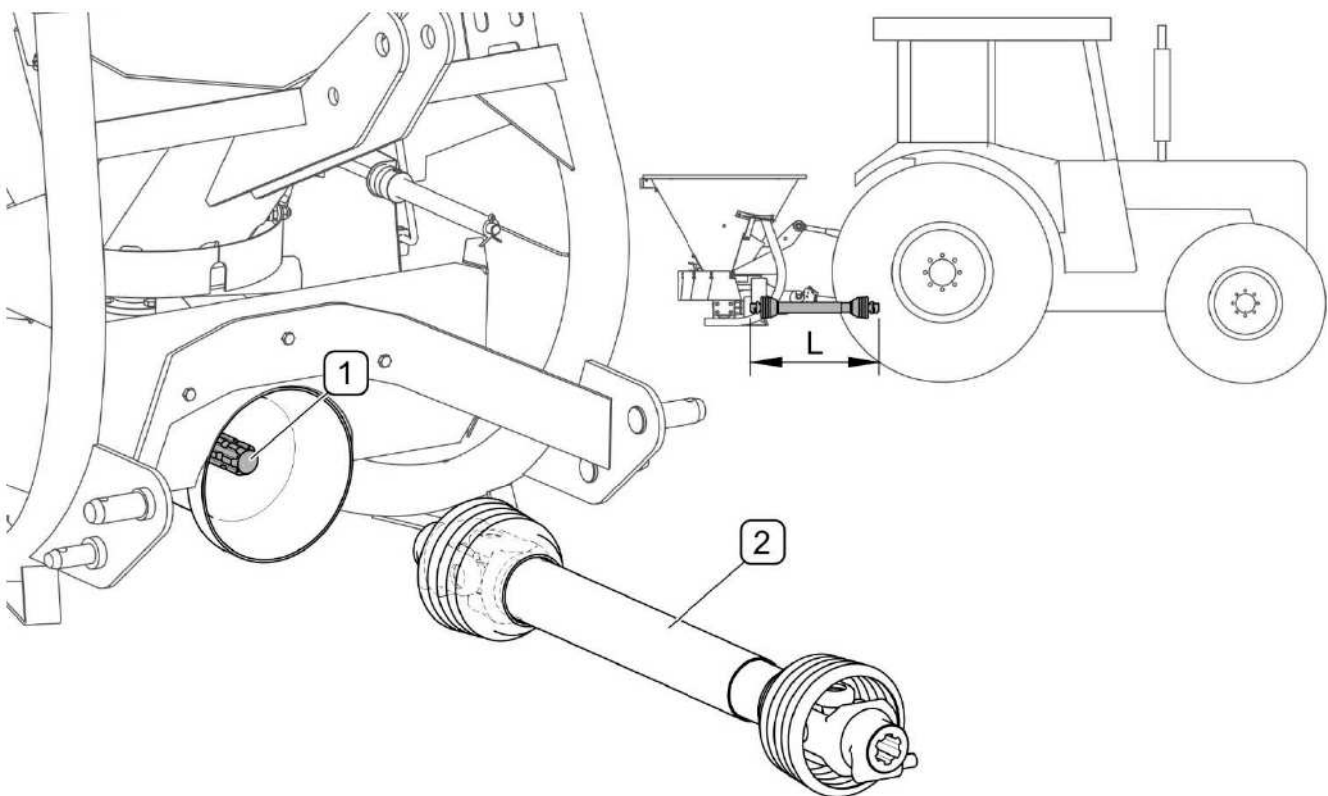

FIGURE 4.3 Connexion de l'arbre articulé-télescopique
Avant de procéder à la connexion de l'arbre articulé-télescopique, il faut absolument lire le mode d'emploi fourni par le fabricant de l'arbre et observer toutes les instructions y figurant. Avant le raccordement au tracteur, il faut vérifier l'état technique des protections de l'arbre, l'intégralité et l'état des chainettes de protection, ainsi que l'état technique général de l'arbre. L'arbre doit avoir une longueur (L) permettant son raccordement à côté de la machine attelée (FIGURE 4.3), alors il ne doit pas être plus long que la distance entre les fronts de la prise de force de la machine et du tracteur. Cette distance est différente pour divers modèles de tracteurs et peut être dans la gamme de $690 \div 765$ mm pour la catégorie I et de $820 \div 900$ mm pour la catégorie II de l'ATP.